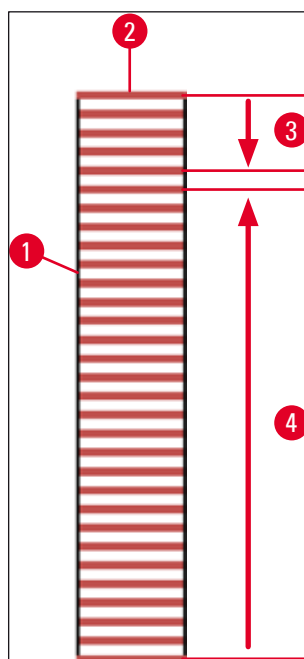

Fig. 74
Pentru a preveni deshidratarea lamelelor în timpul procesării, primele 5 lame sunt întotdeauna protejate primele prin aplicarea de lamele. Apoi stativul se deplasează în sus și continuă aplicarea de lamele cu ultima lamă din stativ (→ Fig. 74).
- Afișajul schematic (→ Fig. 74) al unui stativ (→ Fig. 74-1) cu lame utilizate (→ Fig. 74-2) arată secvența din timpul procesării.